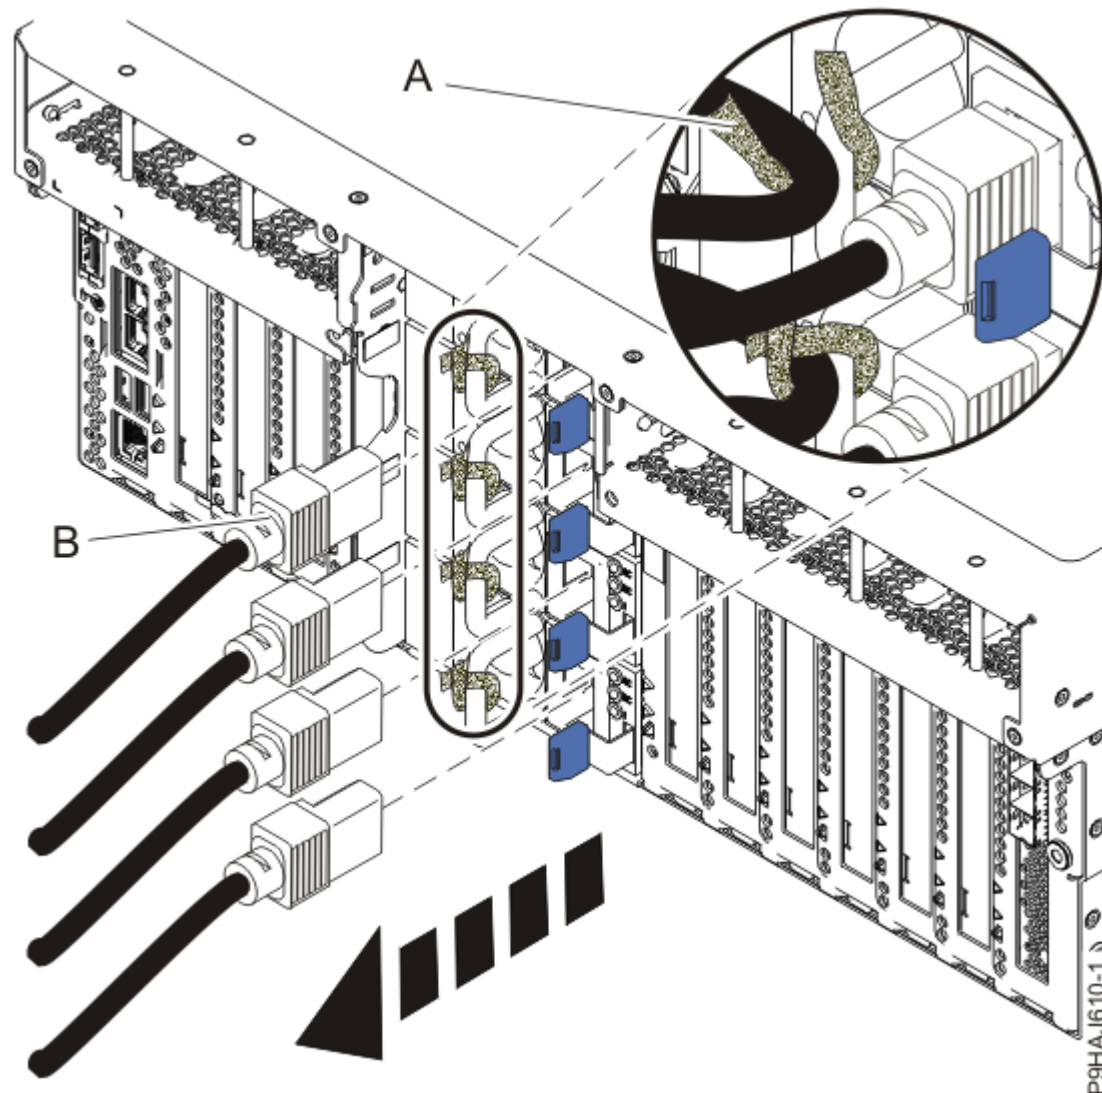

Figure 25. Retrait des cordons d'alimentation d'un serveur monté en armoire
- Voir Figure 25, à la page 34 ou Figure 26, à la page 35.